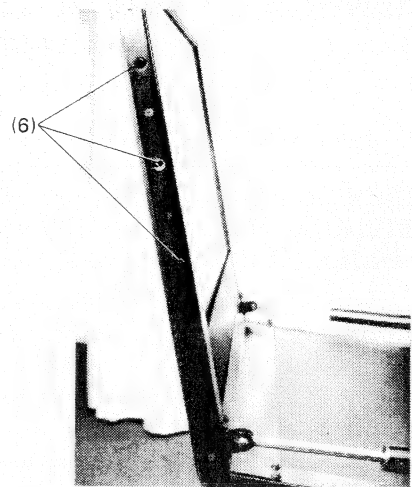

Abb. 6-9
1. Bei geöffneter Klappe die sechs Schrauben (6) zu beiden Seiten des Reflektors lösen (Abb. 6-9).